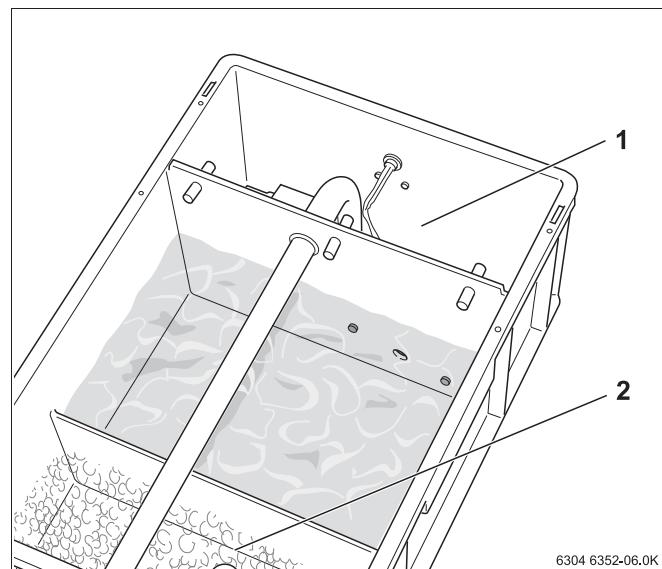

Рис. 8 Проведение осмотра
- Проверьте гранулят (рис. 8, **поз. 2**):
- Проверьте герметичность насосного отсека (рис. 8, **поз. 1**).